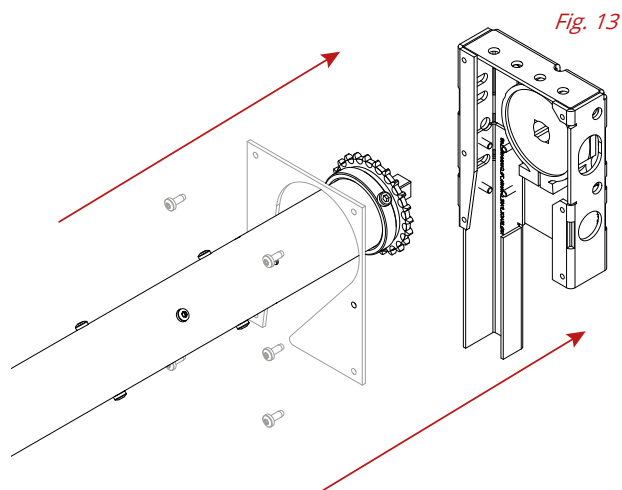

Fig. 13
**2 / CÔTÉ OPPOSÉ MOTEUR : DÉPLOYER L'ARBRE CÔTÉ OPPOSÉ MOTEUR CONTRE LA CONSOLE ADÉQUATE, JUSQU'À INSÉRER LE CARRÉ DANS LE LIMITEUR DE VITESSE (FIG. 13)**